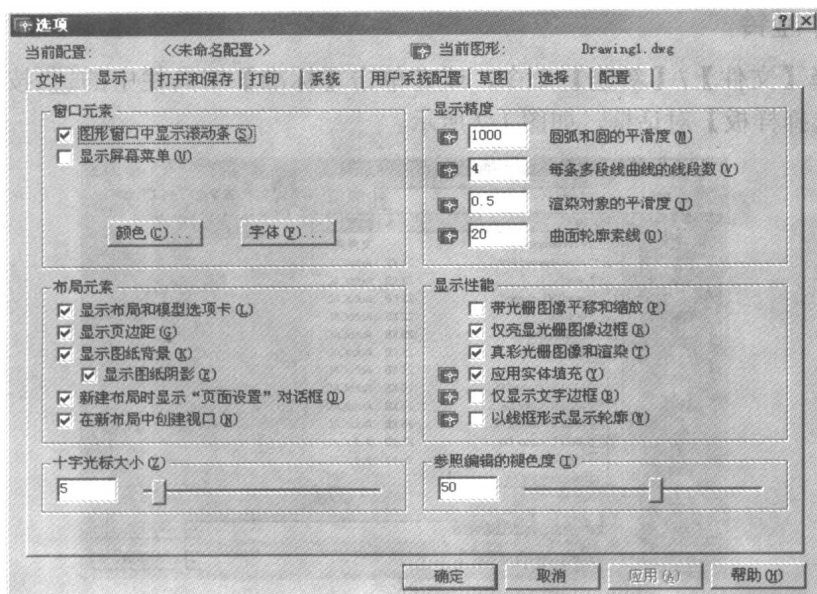

图1-4 【显示】选项卡
- 选择 **【工具】/【选项】** 命令，打开 **【选项】** 对话框，单击 **【显示】** 选项卡，如图 1-4 所示。